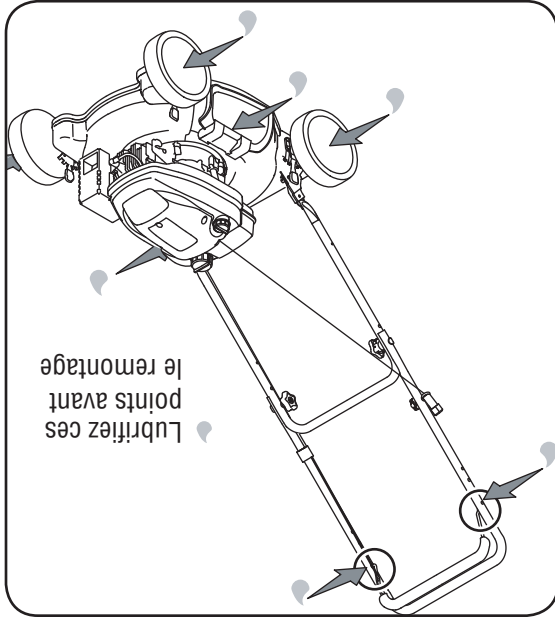

Figure 10
3. Le ressort de torsion et le point de pivotement doivent être lubrifiés régulièrement avec une huile légère pour empêcher la rouille. Voir la Figure 10.
1. Lubrifiez les points de pivot de la poignée de commande de la lame au moins une fois par saison avec une huile légère. La commande de la lame doit fonctionner facilement dans les deux sens. Voir la Figure 10.